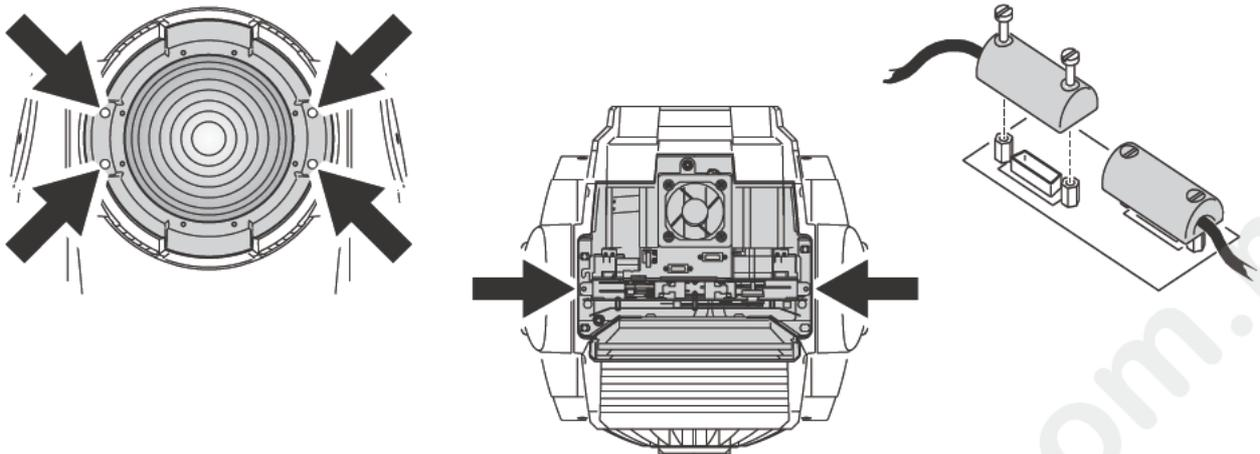

Figura 11: Extracción del módulo de efectos
1. Extraer los cuatro tornillos de fijación del anillo de la lente frontal (Figura 11) y quitar la lente.
3. Aflojar los tornillos de los conectores y desconectarlos tal y como muestra la Figura 11. Extraer completamente el módulo fuera del aparato.